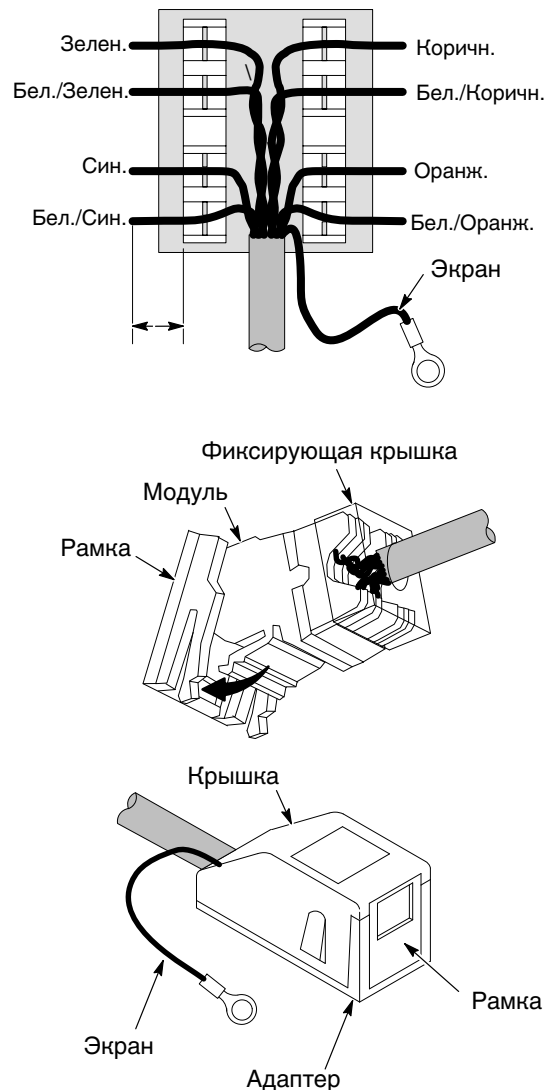

Рис. 3-11 Присоединение кабеля Ethernet к модулю терминатора
6. См. рис. 3-11. Смонтировать пары скрученных проводов в модуле согласно электрической монтажной схеме T568-B так, чтобы их концы вышли через клеммы не менее чем на 1/4 дюйма. Сохранить скрученность проводов как можно ближе к клеммам. Зафиксировать провода с помощью зажимного инструмента 110.